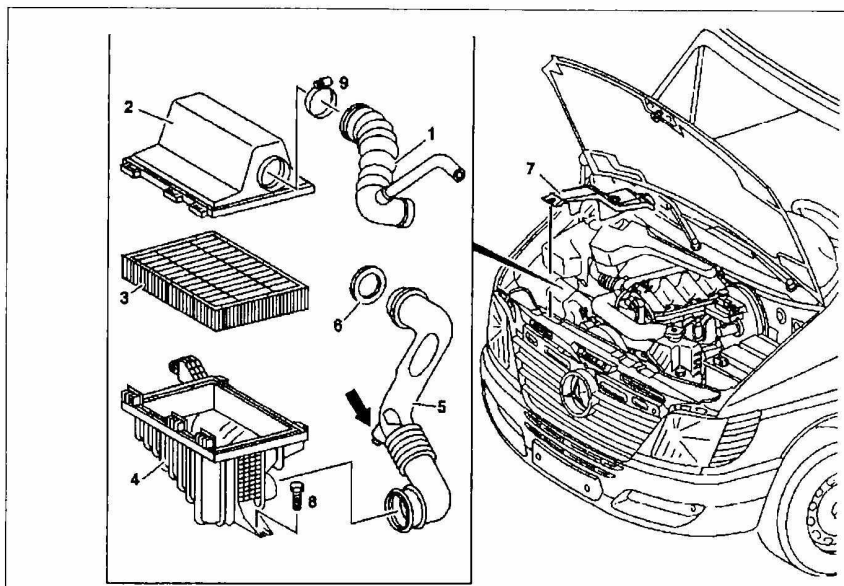

Рис. 36. Снятие и установка воздушного фильтра:
1. Снимите теплозащитный кожух 7 (рис. 36).